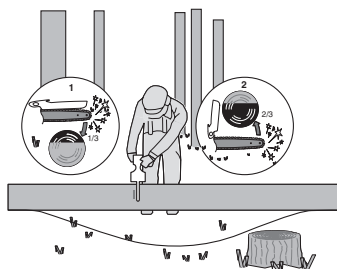

Figura 4
vezi figura 4, tăiați de sus 1/3 din diametru (1). Finalizați debitarea printr-o tăiere de jos în sus a diametrului rămas (cele 2/3 rămase) (2), având grijă să întâlniți tăietura de sus.